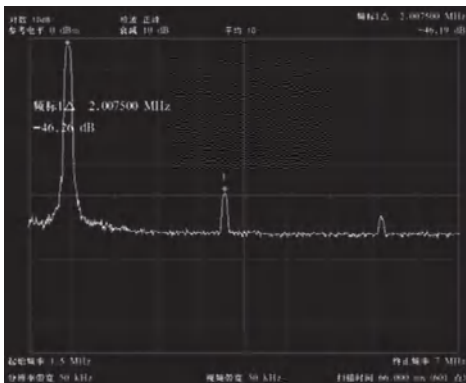

图 3-18 用单位dB表示谐波失真
此时固定频标标注在基波上，第二频标位于二次谐波的峰值点上，读取测量结果，如上图3-18所示。
(1) 将被测仪器如图3-18与频谱仪相连。本例中用到一个功率合路器和两个分别设置为445MHz和446MHz的信号源。当然，信号源的频率也可以是其它值，但在本例中频率间隔必须保持在1MHz左右。被测设备是一个26dB前置放大器，低通滤波器用于滤除信号源的谐波，并防止反射信号造成信号源的失真。